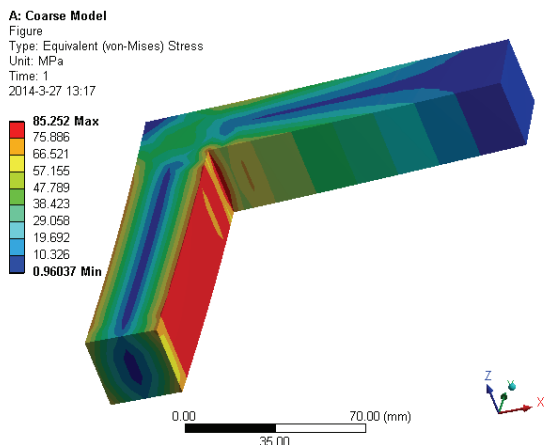

图 21-9 等效应力云图
7) 在 Outline 树结构图中的 Equivalent Stress 上单击右键, 在弹出的快捷菜单中选择 Evaluate All Results, 此时进行求解, 求解后得到的图形如图 21-9 所示。